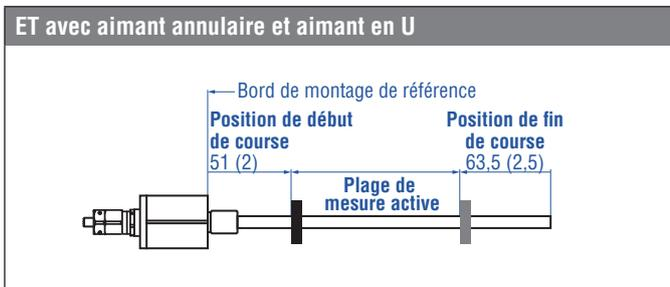

Fig. 13: Positions de début et de fin de course des aimants
5. Vérifier les valeurs de début et de fin prédéfinies pour l'intervalle de la plage de mesure (Fig. 13) et les corriger si nécessaire à l'aide du système de contrôle du client ou des outils de maintenance de MTS Sensors. L'utilisation des outils de maintenance est décrite en détails dans les pages suivantes.